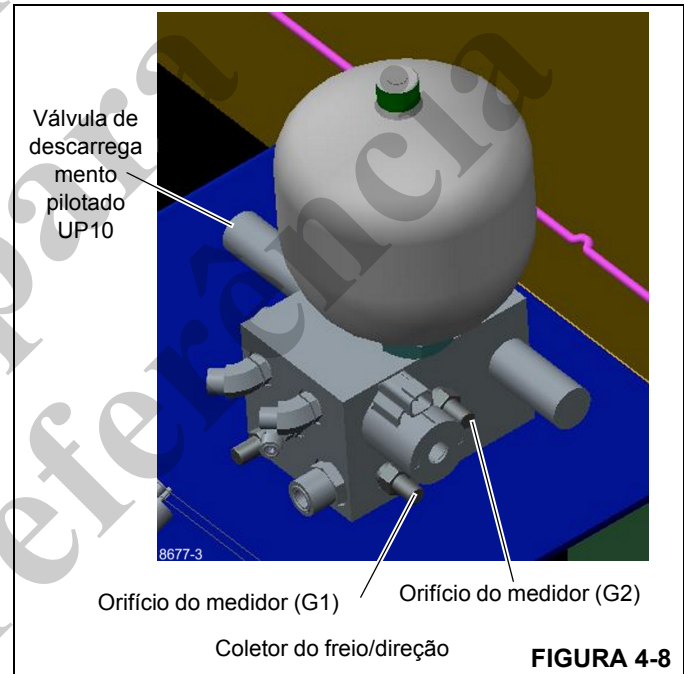

FIGURA 4-8
1. Instale o diagnóstico de verificação da pressão de desconexão rápida (Parker PD240) com medidor no bico de teste no orifício de teste G1 (consulte a Figura 4-8) localizado no coletor do freio/direção.
5. Pressione repetidamente o pedal do freio para aliviar a pressão e instale o diagnóstico de verificação da pressão de desconexão rápida (Parker PD240) com medidor no bico de teste no orifício G2 (consulte a Figura 4-8) localizado no coletor do freio/direção.
6. Com o motor em marcha lenta, pressione repetidamente o pedal do freio de serviço no piso da cabine até que a pressão do manômetro seja de aproximadamente 1700 psi (117 bar). Assim que a pressão for atingida, pressione novamente o pedal de freio para recarregar. Observe o indicador e verifique se o limite de carga inferior é 1600 ± 100 psi (110 ± 7 bar), quando ele começar a recarregar. Depois, observe o indicador enquanto a válvula está carregando, pois ela deve cortar a $2000 +100/-0$ psi ($138 +7/-0$ bar); caso contrário, ajuste a válvula de descarregamento pilotado UP10 (consulte a Figura 4-8); sentido horário aumenta a pressão, sentido anti-horário diminui a pressão.